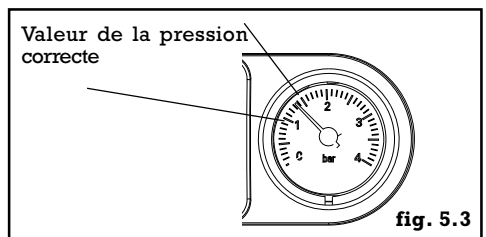

fig. 5.3
- ouvrir le robinet du disconnecteur (**P**) en le tournant en sens inverse des aiguilles d'une montre jusqu'à ce que la pression indiquée par le manomètre atteigne 1 à 1,5 bar (fig.5.3)